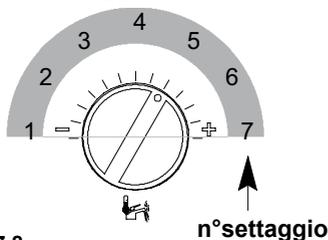

Figura 7.8
- Per visualizzare il settaggio impostato tenere premuto il pulsante di ripristino 6 per circa 5 secondi. Le spie di segnalazione 3 lampeggeranno un numero di volte pari al settaggio (Figura 7.8).
- Per cambiare il settaggio ruotare la manopola regolazione temperatura sanitari 4 e posizionarla nella posizione prescelta (Figura 7.8 vedi anche tabella seguente (nella figura es. manopola settata per posizione 5), la lampada di segnalazione blocco 7 lampeggia velocemente).